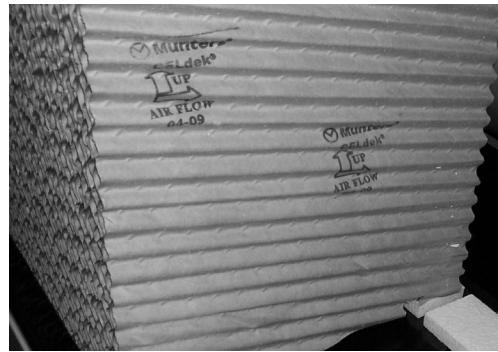

Ilustración 2
- 3) Ponga los dos pedazos del filtro de celulosa de 20 pulgadas de ancho encima del soporte. Siga las marcas en el lado del filtro para asegurarse de que el filtro está orientado correctamente. Vea la ilustración 2.